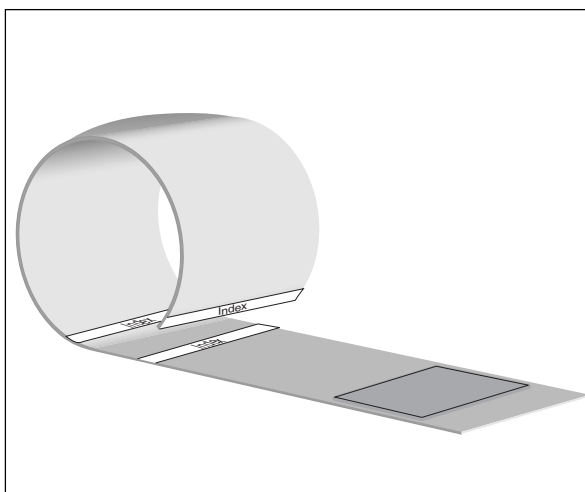

Рис. 4-2. Наложение манжеты
- белая разметочная линия на краю манжеты после ее наложения располагается между двумя другими разметочными линиями (если это не так, выберите манжету другого размера, рис. 4-2);